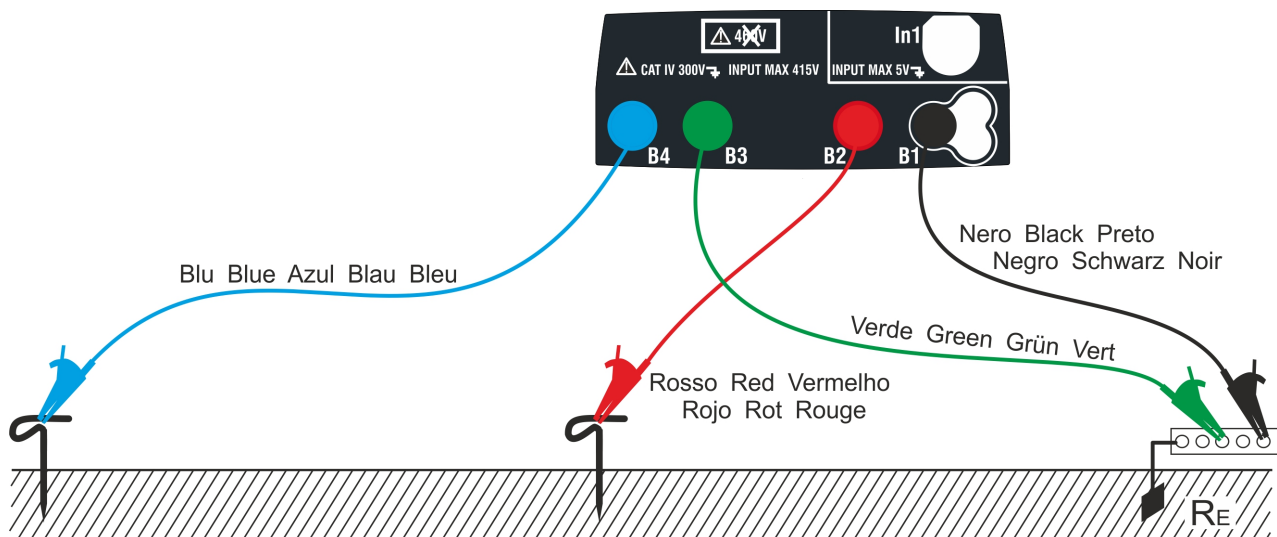
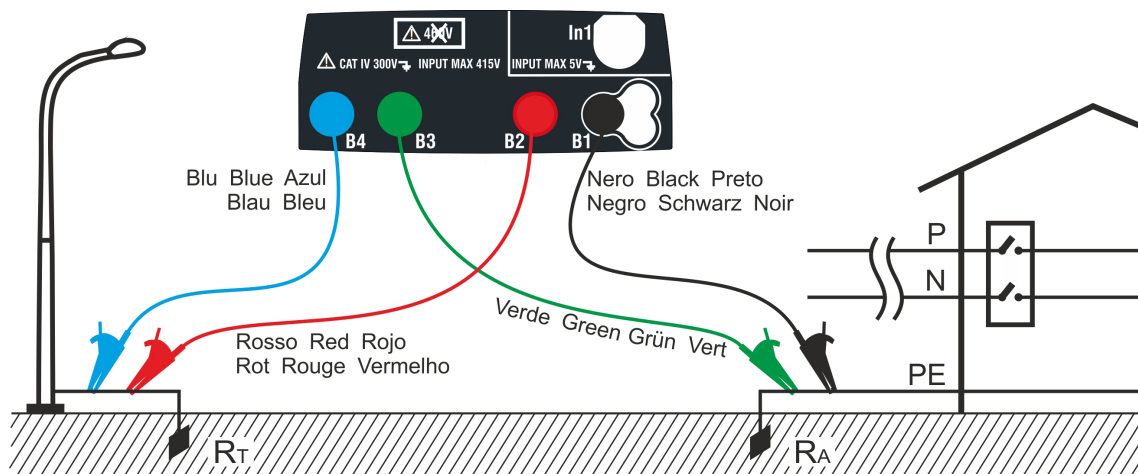
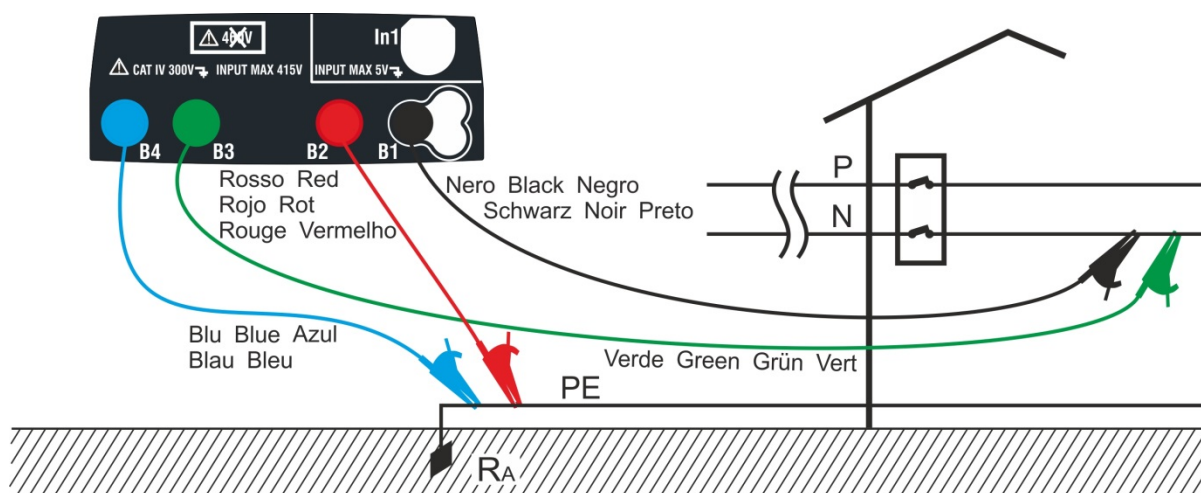

Fig. 28: Medida de la resistencia de tierra a 3 hilos
Fig. 29: Medida de la resistencia de tierra a 2 hilos con dispersor auxiliar
Fig. 30: Medida de la resistencia de tierra a 2 hilos del cuadro de alimentación
- 12 Conecte los cocodrilos a los dispersores auxiliares y a la instalación en examen de acuerdo con la Fig. 28, Fig. 29, Fig. 30 o Fig. 31